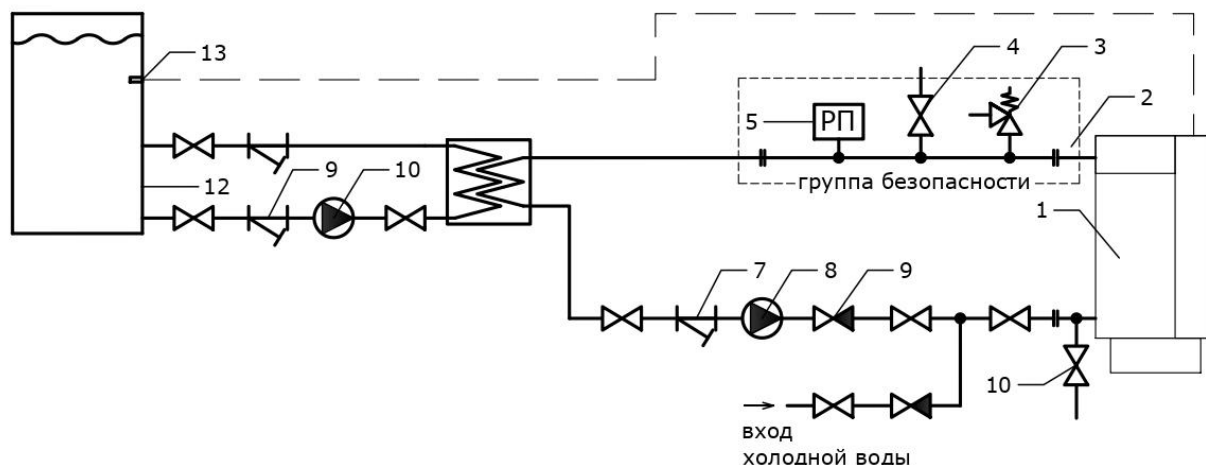
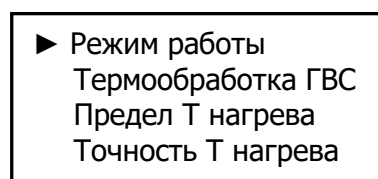

Рис. 8
Рис. 13
Если качество нагреваемой воды не соответствует требованиям, указанным в п. 6.11. или нагреваются другие жидкости, то необходимо использовать промежуточный пластинчатый теплообменник (см. рис. 8).
7.9. Для входа в меню необходимо удерживать нажатой **кнопку выбора** (см. рис. 8) более 3 сек. Первая страница меню показана на рис. 13.
При перемещении курсора вниз на первой странице меню (см. рис. 13) произойдёт переход на вторую страницу меню.
Для включения управления водонагревателем дистанционно по интерфейсу RS-485 (модуль RS-485 – дополнительное оборудование) необходимо курсором выбрать соответствующий пункт в меню и с помощью кнопок уменьшения или увеличения параметра (см. рис. 8) выбрать значение «включено»: